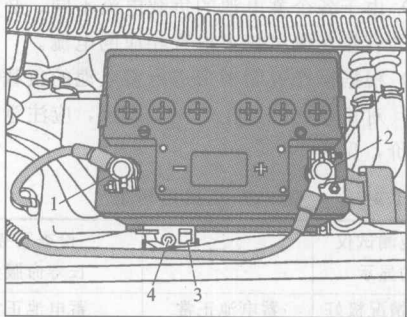

图 1-15 检查蓄电池接线柱接线是否固定良好
(1) 检查车辆蓄电池上的接线柱的固定位置, 如图 1-15 所示。必要时, 拧紧负极接线柱 1 以及正极接线柱 2 上的螺母。
(2) 检查蓄电池的固定位置, 必要时将紧固螺栓拧紧在固定钢箍 3 上 (如图 1-15 所示)。
(3) 检查蓄电池接线柱接线是否固定良好, 相关部件的拧紧力矩见表 1-3。